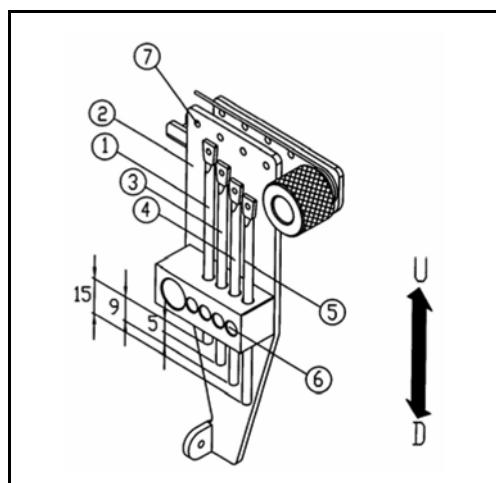

Рис. 25
- (1) Настройте высоту подъема глазков правого нитепрятывателя игольной нити ①, чтобы совместить их с глазками ⑦ держателя нитепрятывателя игольной нити ②. (Рис. 25)
- (2) Установите глазок ③ на 5 мм ниже глазка ①.
- (3) Установите глазок ④ на 9 мм ниже глазка ①.
- (4) Установите глазок ⑤ на 15 мм ниже глазка ①.